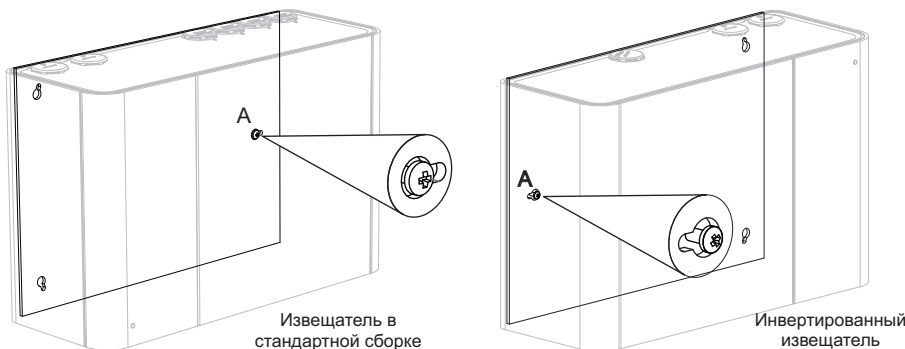

Рис. 4-27: Расположите извещатель поверх винта
- Расположите правую петлю на задней стороне извещателя поверх головки правого винта (A) (Рис. 4-27).